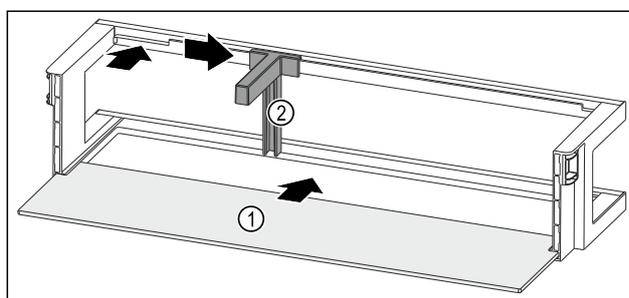

Fig. 51 Balconcino controporta con ripiano
- ▶ Inserire il ripiano Fig. 51 (1) negli incavi laterali.
- ▶ Inserire il portabottiglie Fig. 51 (2) nell'incavo.
- ▶ Far scorrere il portabottiglie Fig. 51 (2) lateralmente alla posizione desiderata.